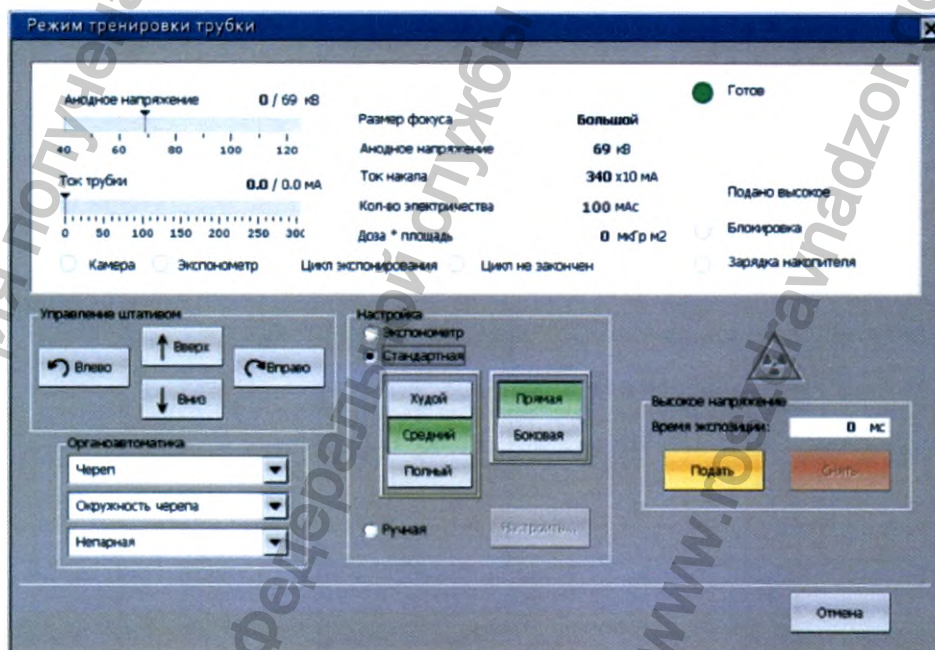

Рисунок 15 - Диалог режима тренировки трубки
7.2.1 В меню **«Сервис»** выбрать пункт **«Тренировка трубки»**. При этом на экран будет выведено окно режима тренировки трубки (рис.15).